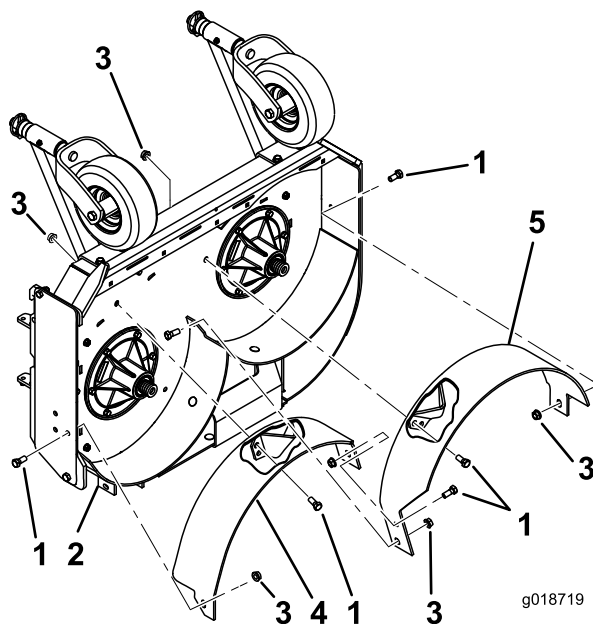

Bild 6
7. Befestigen Sie das linke Ablenkblech mit einer Schraube (3/8" x 7/8") und einer Bundmutter (3/8") lose am rechten Ablenkblech (Bild 6).
2. Befestigen Sie das rechte Ablenkblech mit einer Schraube (3/8" x 7/8") und einer Bundmutter (3/8") lose am Mähwerk (Bild 6).
3. Befestigen Sie das rechte Ablenkblech mit einer Schraube (3/8" x 7/8") und einer Bundmutter (3/8") lose an der Auswurfplatte (Bild 6).
5. Befestigen Sie das linke Ablenkblech mit zwei Schrauben (3/8" x 7/8") und zwei Bundmutter (3/8") lose am Mähwerk (Bild 6).
6. Befestigen Sie das linke Ablenkblech mit einer Schraube (3/8" x 7/8") und einer Bundmutter (3/8") lose an der linken Seitenwand des Mähwerks (Bild 6).
- Ziehen Sie alle Schrauben und Muttern für die Ablenkbleche an (Bild 6).